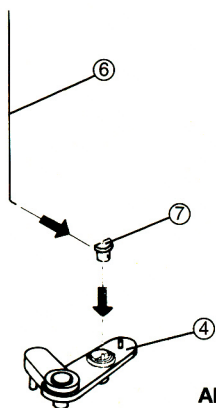

Abb. 3
3. Austausch des Stelldrahtes (6)
Der Packungseinheit liegen 2 Stelldrähte als Reserve bei. Zum Austausch des Stelldrahtes muß die Stelldrahtalterung (7) aus dem Stellhebel gezogen werden (Abb.3). Der neue Stelldraht wird in die Halterungshälfte eingelegt und wieder in den Stellhebel eingedrückt.